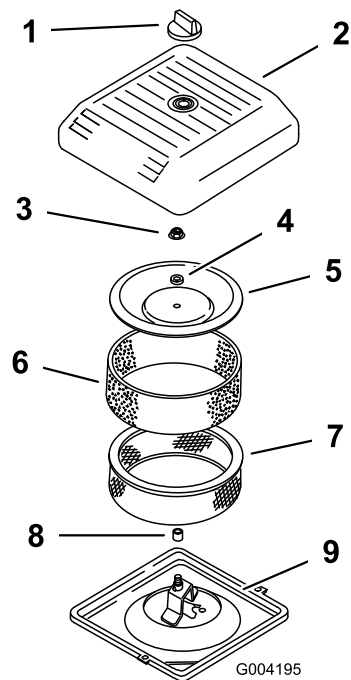

图 41
3. 拧下旋钮并取下空气滤清器盖图 41。
4. 小心将泡沫预滤器滑出纸质滤芯图 41。
5. 拧下护罩螺母并取下护罩、隔片和纸质过滤器图 41。
2. 将空气滤清器总成放到空气滤清器基座上 (图 41)。
3. 安装护罩、隔片、并使用护罩螺母固定 (图 41)。上紧螺母扭矩至 11N·m。
4. 安装空气滤清器盖、使用旋钮固定 (图 41)。